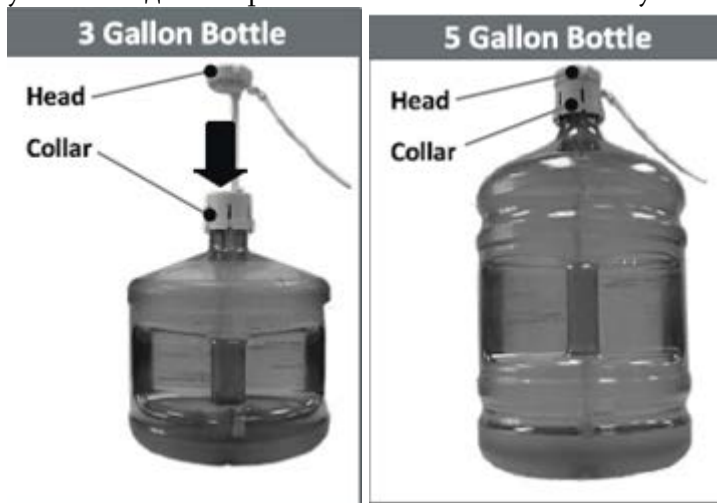

Рис.3 Установка сифона на бутылку с водой
(рис.3 — 1) на горлышко бутылки до щелчка.
7. Верхнюю часть крышки сифона (рис.3 — 2) опускайте до тех пор, пока трубка сифона не коснется дна бутылки.